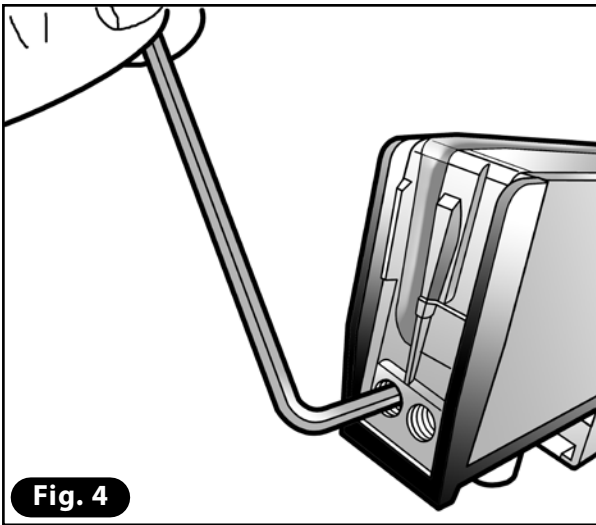

Fig. 4
- 4) Svitare le viti alle due estremità della barra che bloccano la resistenza, con l'ausilio di una chiave esagonale (Fig. 4).